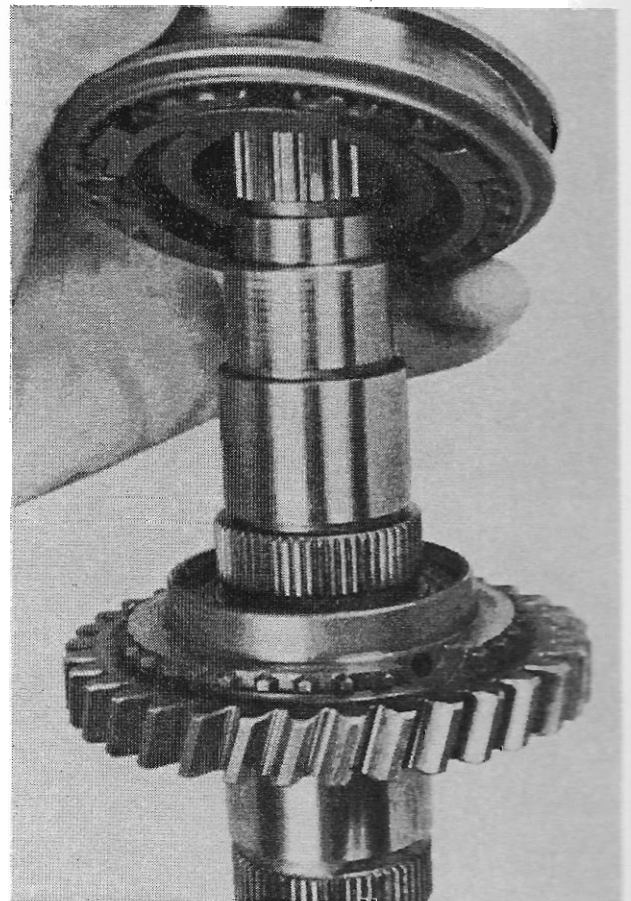

Abb. 32
3. Vormontierten Synchronkörper 5.—Rückwärtsgang so wie Abb. 32 zeigt (Synchronring Rückwärtsgang zum Zahnrad Rückwärtsgang) auf die Kerbverzahnung der Welle pressen.